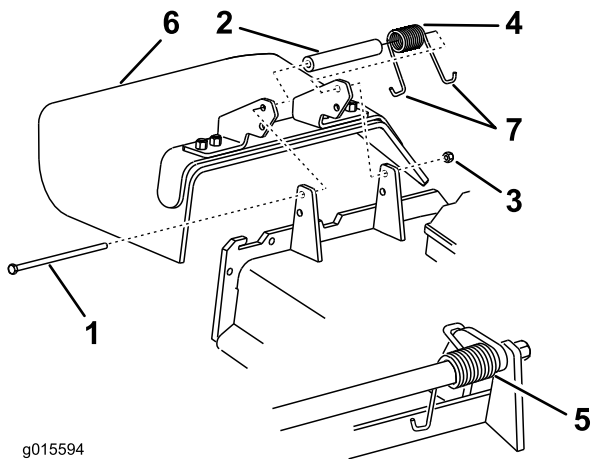

Bild 84
1. Entfernen Sie die Sicherungsmutter, Schraube, Feder und das Distanzstück, mit denen das Ablenklech an den Drehhalterungen befestigt ist (Bild 84). Entfernen Sie defekte oder abgenutzte Ablenkleche.
Hinweis: Achten Sie darauf, dass ein J-förmiges Federende hinter der Mähwerkseite installiert wird, bevor Sie die Schraube wie in Bild 84 gezeigt einsetzen.
- Setzen Sie Schraube und Mutter ein. Führen Sie ein J-förmiges Hakenende der Feder um das Ablenklech (Bild 84).